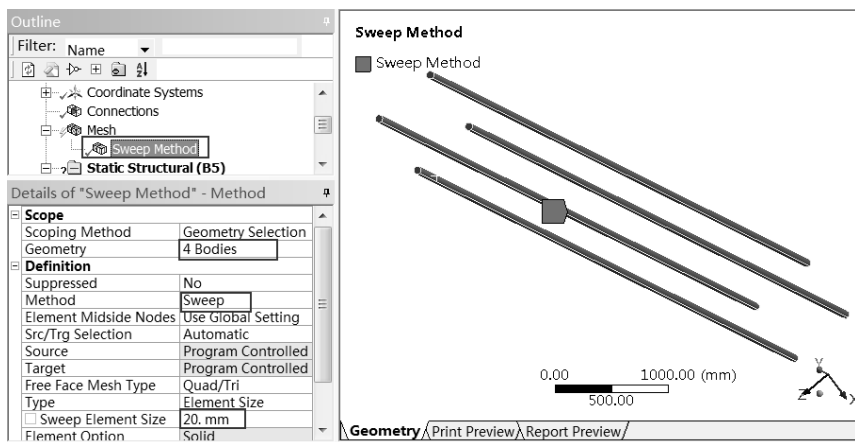

图 19-44 网格扫描剖分设置
Step2 : 如图 19-44 所示, 选中里面的四个模型, 选择 Details of “Sweep Method” 中的 Method Sweep 选项, 在 Free Face Mesh Type 中选择 All Quad 选项, 在 Type 中选择 Element Size 选项, 在 Sweep Element Size 中输入 20mm。